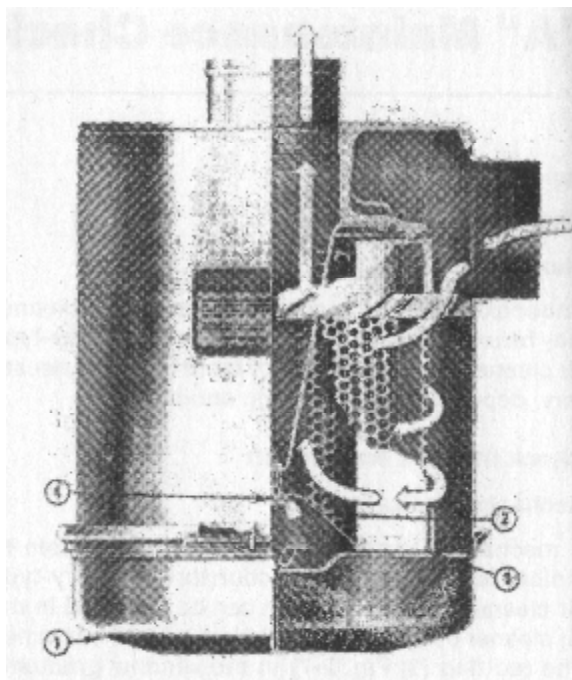
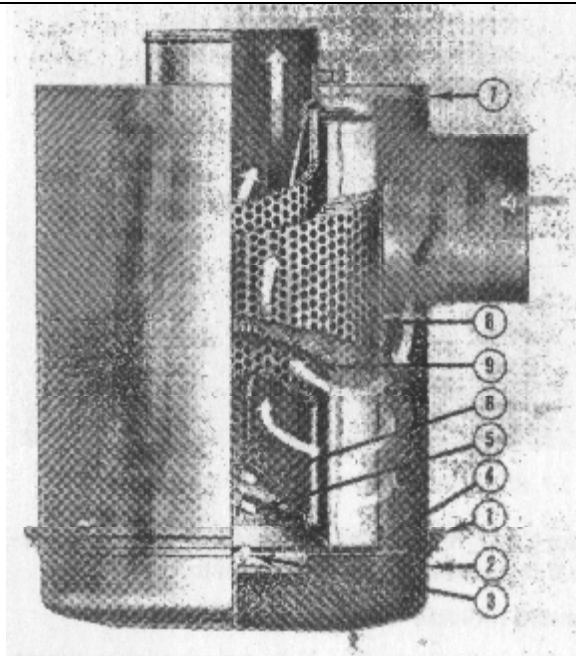

Рис. 2-11(OM1029L) Воздухоочиститель для тяжелого режима работы.
Рис. 2-12 (OM1030L) Воздухоочиститель для тяжелого режима работы с двойным элементом.
Воздухоочиститель для тяжелого режима работы (одиночный и сдвоенного типа) сочетает в себе центрифугу и фильтр. Рис.2-11 и 2-12. Очистка производится на входе воздуха в двигатель.
2. Отвинтить гайку – барашек (2, рис 2-11 и 3 рис. 2-12), снять пылевой щиток (3, рис.2-11), (4 рис.2-11). Очистить поддон и щиток.
3. Отвинтить гайку – барашек (2, рис 2-11), (5, рис. 2-12), крепящую первичный элемент воздухоочистителя (6, рис.2-12) в корпусе воздухоочистителя, проверьте резиновую уплотнительную шайбу под гайку – барашек (4, рис. 2-11), (5, рис.2-12).